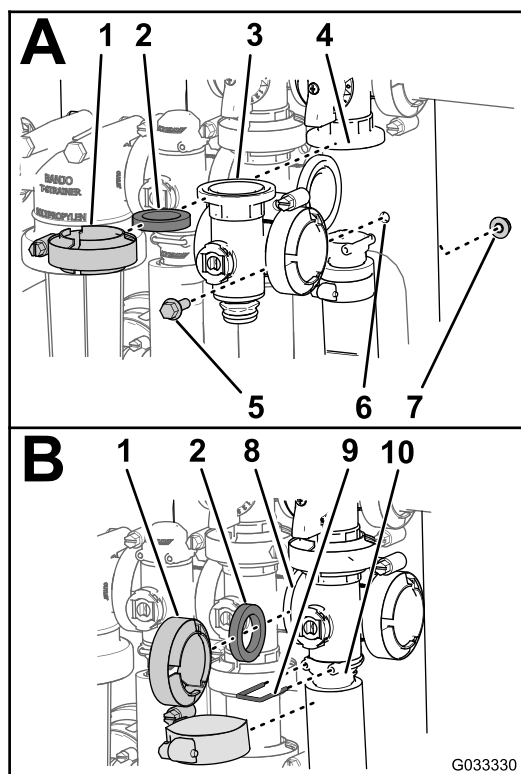

Figura 82
- Sujete el conector de extremo al conector de salida insertando una horquilla de retención en el conector de salida (Figura 82, B).